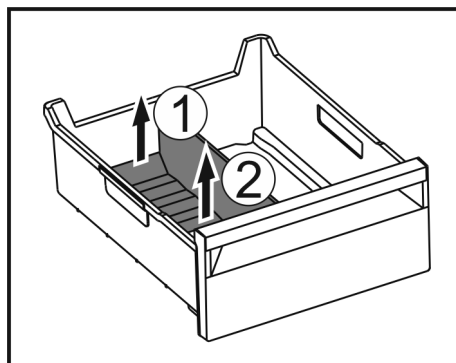

Fig. 249
- Підняти задню частину перегородки відділення для льоду. Fig. 249 (1)
- Вилучити перегородку рухом вгору. Fig. 249 (2)